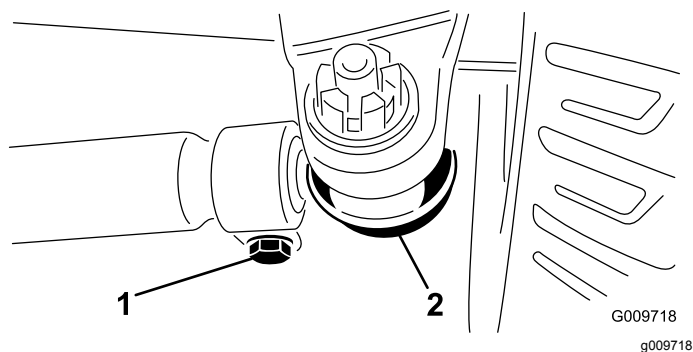

図 77
3. タイロッド両側のクランプをゆるめる 図 77。
2. 調整が必要な場合は、タイロッドのボールジョイントのコッターピンとナットを外し 図 77 アクスルケースのサポートからロッドのボールジョイントを外す。